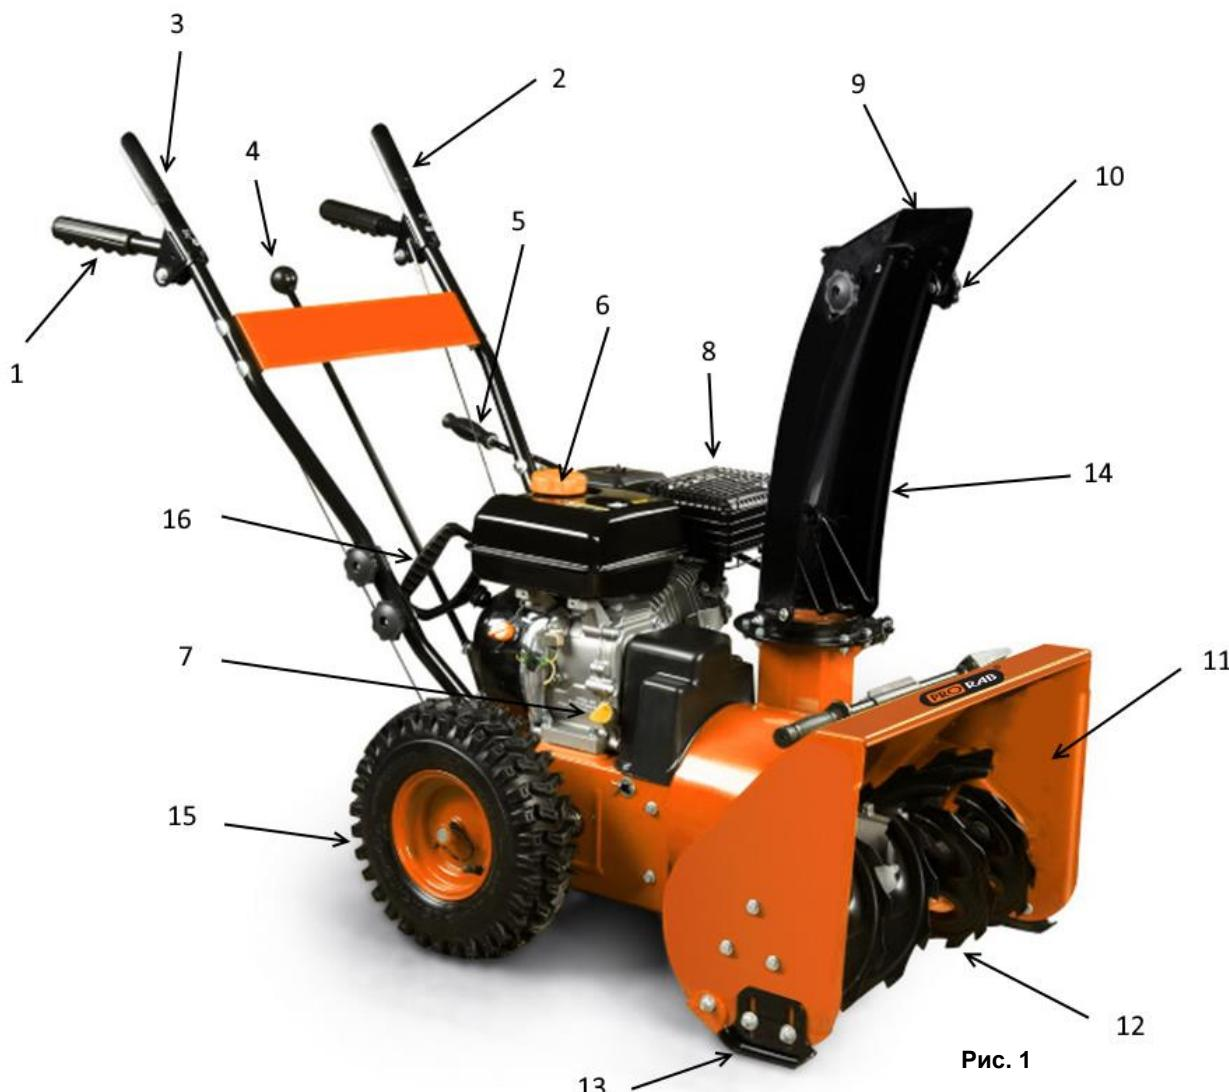
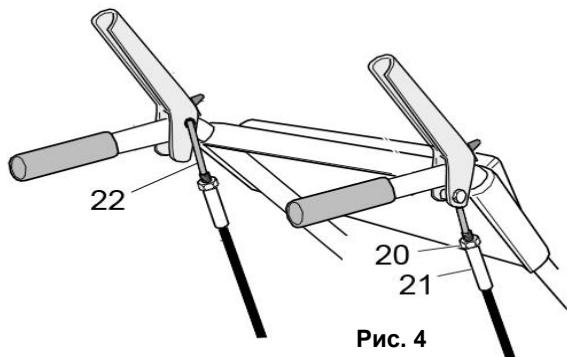
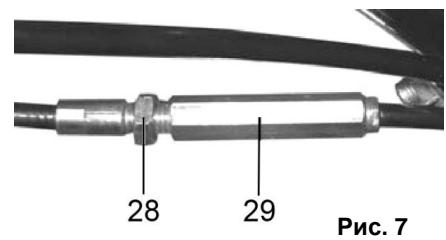

Рис. 1
Рис. 4
Рис. 7
- Снегоуборщик вращением лопастей шнека (12)(См. Рис.1) убирает снежный покров с ровных площадей, и через снегоотвод (14) выбрасывает его в выбранную сторону.
- Шнек (12)(См. Рис.1) - винтовой механизм в виде стержня с наклонными лопастями, приводимый в действие двигателем. Шнек захватывает, и транспортирует снежную массу внутрь снегоуборщика на врачающуюся
- Снегозаборник (11)(См. Рис.1) служит для захвата снега и направления его потока в рабочую зону снегоуборщика (на шнек).
Рычаг привода колес (2)(См. Рис.1)
- При нажатии рычага привода колес (2), включается система привода, и снегоуборщик начинает движение.
- При отпускании рычага привода колес (2), привод отключается, и снегоуборщик прекращает движение.
Рычаг привода шнека (3)(См. Рис.1)
- При нажатии рычага привода шнека (3), включается система привода, и лопасти шнека (12)(См. Рис.1) начинают вращение.
Рычаг переключения скоростей (4)(См. Рис.1)
- Для изменения скорости и направления движения: остановите снегоуборщик и вращение шнека, переведите рычаг (4)(См. Рис.1) в соответствующее выбранному режиму движения положение.
- Установите желоб снегоотвода (14)(См. Рис.1) на выпускной канал импеллера.
- Поворот желоба для снегоотвода осуществляется вручную при помощи рукоятки (5)(См. Рис.1)
- Установить в отверстие на рычаге управления (2; 3)(См. Рис.1) верхний Z-образный конец троса (22)(См. Рис.4).
- Закрутите на резьбу Z-образного хвостовика втулку троса (21)(См. Рис.4). Закрутите гайку (20) к втулке (21).
- Нижний конец троса со спиральной пружиной (23)(См. Рис.4) закрепите на натяжном кронштейне. Гайкой (24) отрегулируйте допуск троса.
- Установите/замените ограничительные башмаки (13)(См. Рис.1; 6) с каждой стороны снегозаборника.
- Рычаги приводов колес и шнека (2) и (3) должны прижиматься к рукояткам руля управления (1)(См. Рис.1) без чрезмерных усилий.
- Проверьте работу рычагов (2) и (3)(См. Рис.1) привода колес и шнека.
- Рычаги (2) и (3) привода колес и шнека должны полностью прижиматься к рукоятке управления. Если этого не происходит, значит, тросики перетянуты, и их необходимо ослабить.
- Отрегулируйте приводные тросы с помощью резьбовой втулки (29)(См. Рис.7), расположенной в средней части троса.
- Для натяжения тросика: ослабьте гайку (28), а затем переместите резьбовую втулку (29) вверх и затяните гайку (28)(См. Рис.7) до втулки.
- Для ослабления тросика: ослабьте гайку (28) и переместите резьбовую втулку (29) вниз и затяните гайку (28) до втулки.